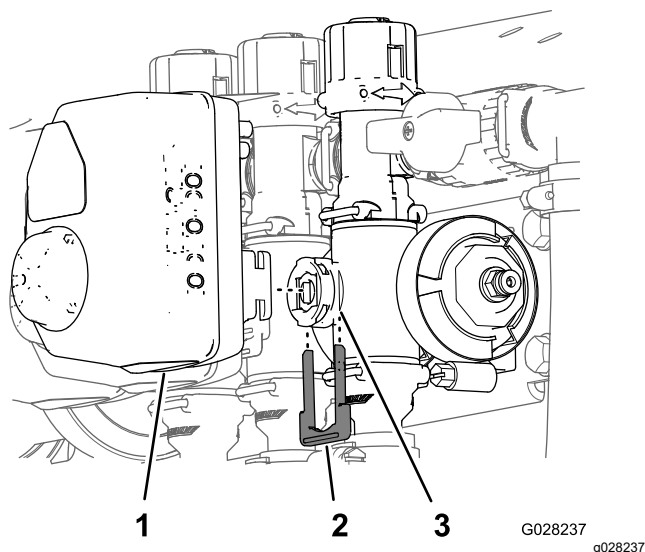

Figure 112
3. Retirez l'étrier qui fixe l'actionneur à la soupape du collecteur pour le régulateur de débit, la vanne d'agitation, la vanne principale ou la vanne de section (Figure 112).